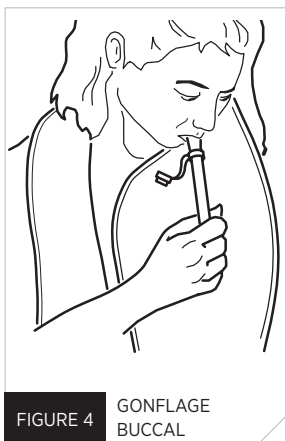

FIGURE 4 GONFLAGE BUCCAL
4. Assurez-vous que le capuchon du tube de gonflage buccal est correctement rangé. (Fig. 4).
Pour gonfler le dispositif de flottaison avec votre bouche, situez d'abord le tube de gonflage buccal en ouvrant le compartiment sur le panneau avant gauche du gilet. Retirez le capuchon et soufflez dans le tube jusqu'à ce que le dispositif de flottaison soit gonflé complètement (Fig. 4). Remettez le capuchon sur le tube buccale dans son compartiment (Fig. 6).